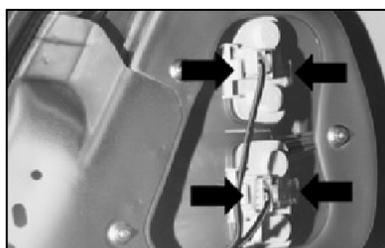

fig. 25
1) por dentro do porta-malas, levantar o carpete que recobre o grupo das lanternas traseiras **fig. 25**.
2) pressionar as linguetas **fig. 25** e puxar os conjuntos porta-lâmpadas, retirando-os de suas sedes.